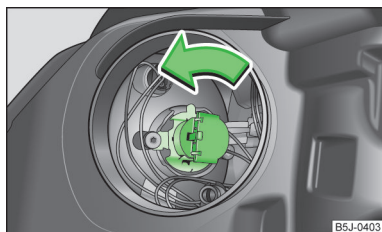

Fig. 159
- > Rotiți până la refuz conectorul împreună cu becul cu incandescență în sens anti-orar și extrageți-l » fig. 159.